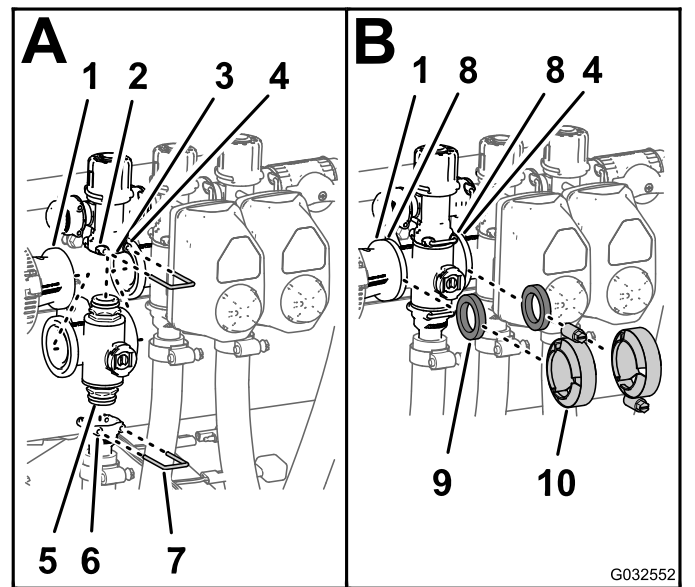

Figure 112
1. Insérez le raccord d'embout supérieur de la soupape du collecteur dans le raccord de dérivation (A de la Figure 112).
la douille du raccord de dérivation (A de la Figure 112).
3. Montez le raccord de sortie sur le raccord d'embout inférieur de la soupape de collecteur (A de la Figure 112).
4. Fixez le raccord d'embout au raccord de sortie en insérant un étrier de fixation dans la douille du raccord de sortie (A de la Figure 112).
5. Placez un joint entre les brides de l'accouplement réducteur et du collecteur de vanne de section (B de la Figure 112).
6. Montez l'accouplement réducteur, le joint et le collecteur de vanne de section avec un collier serré à la main (B de la Figure 112).
7. Si vous montez les 2 vannes de section de gauche, placez un joint entre les brides des 2 collecteurs de vannes de section adjacentes (B de la Figure 112).
8. Montez les collecteurs de vannes de section adjacentes et le joint avec un collier serré à la main (B de la Figure 112).